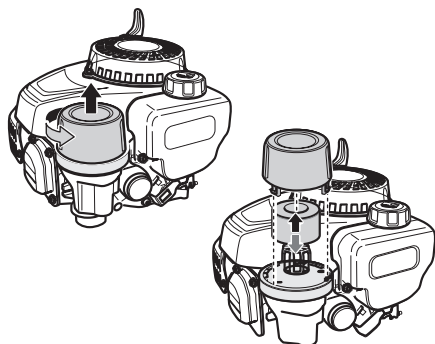
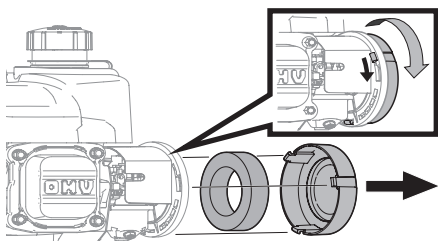

Figure 9
Figure 10
1. Tournez le couvercle du filtre vers la gauche et soulevez-le (moteur de 79 cm³ et 132 cm³, Figure 9) ou retirez-le de la base du filtre (140cc, Figure 10).